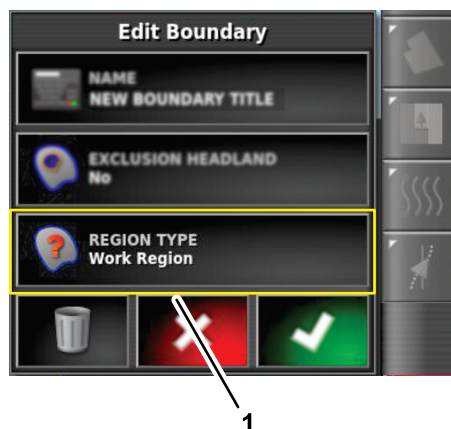

Рисунок 63
1. В диалоговом окне «Редактирование границы» нажмите на значок «ТИП УЧАСТКА» (Рисунок 63).